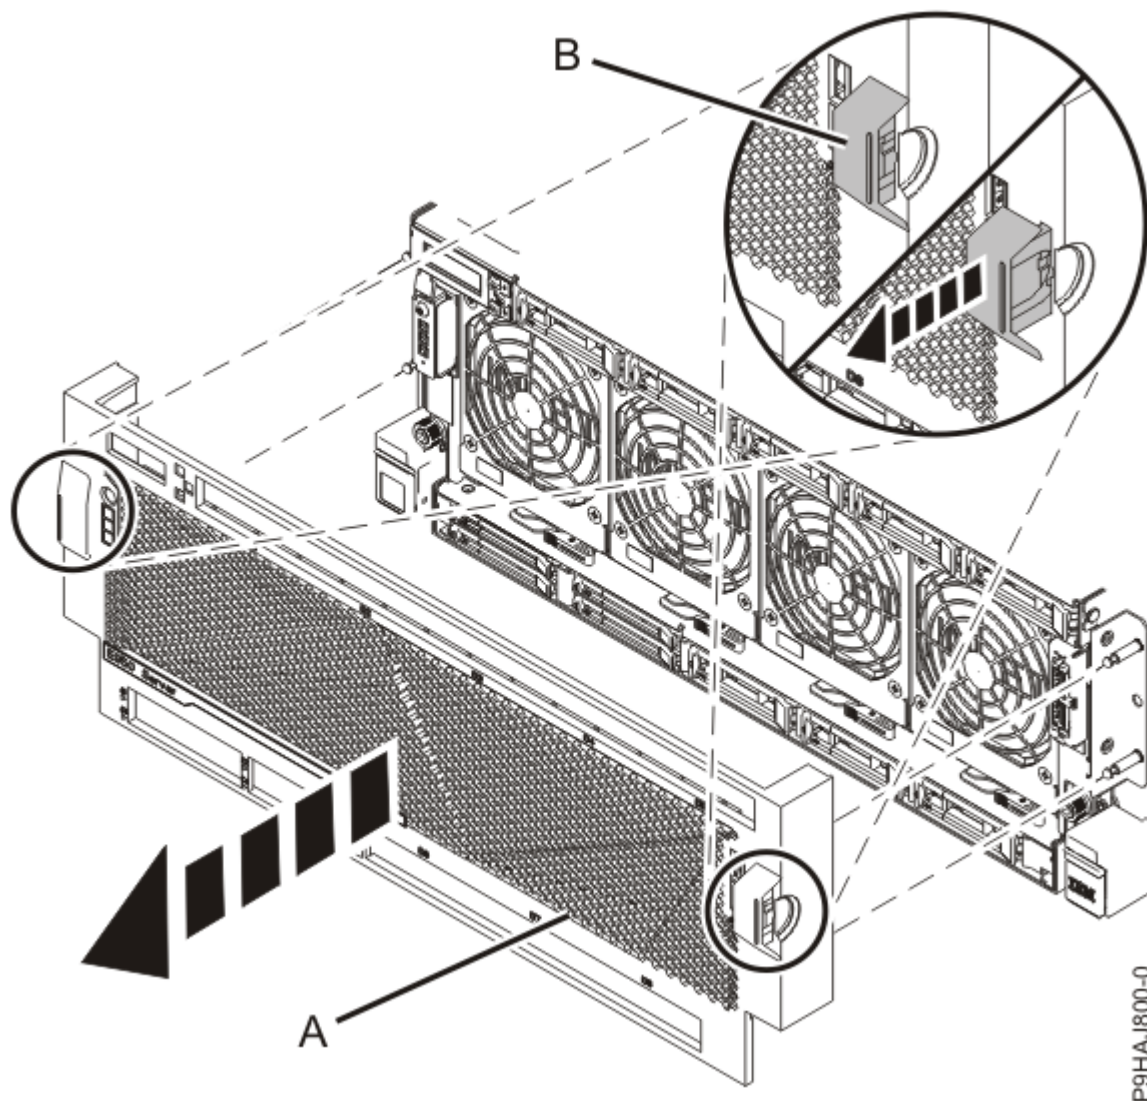

Figura 10. Removendo a Tampa Frontal
2. Coloque seus dedos nas indentações **(B)** localizadas em ambos os lados da tampa, como mostrado na Figura 10 na página 12.
3. Puxe a tampa **(A)** para fora do sistema, como mostrado na Figura 10 na página 12.